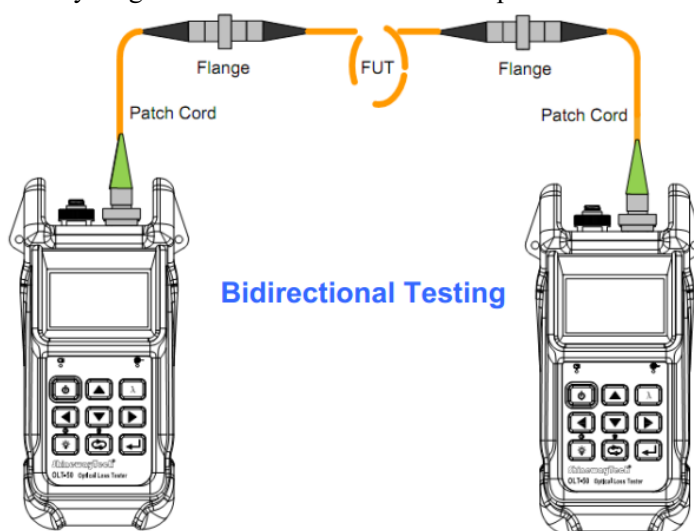

Figura 3.21
6. Cambie a la subinterfaz [BiDirTest], conecte el enlace de fibra medido como se muestra en la Figura 3.21, luego seleccione Inicio y luego presione . La prueba se está ejecutando y luego se mostrará el resultado de la prueba.